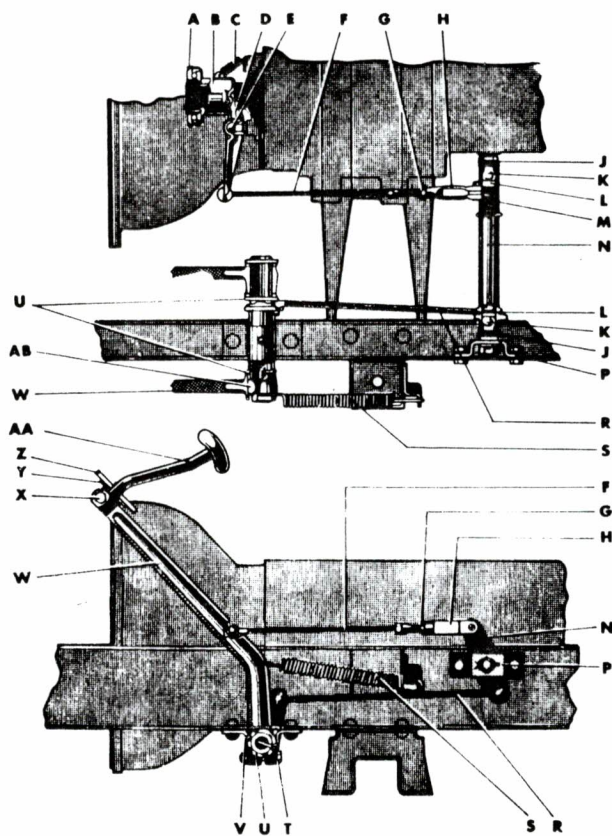

Figure 62. — Commandes d'embrayage
A. Desserrer l'écrou de verrouillage de la chape de réglage du câble de commande d'embrayage (fig. 62 et 63). Dévisser la chape à l'aide d'une clé jusqu'à ce que la pédale ait une course de 2 cm (3/4 de pouce). Serrer l'écrou de verrouillage.